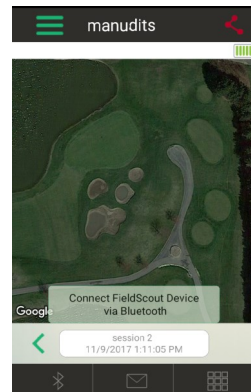

Figure 3. Bouton Connecter Bluetooth (forme libre)
b. Pour le Mode Forme libre, l'application passera immédiatement à l'écran **Prise de mesure** (Fig. 3).